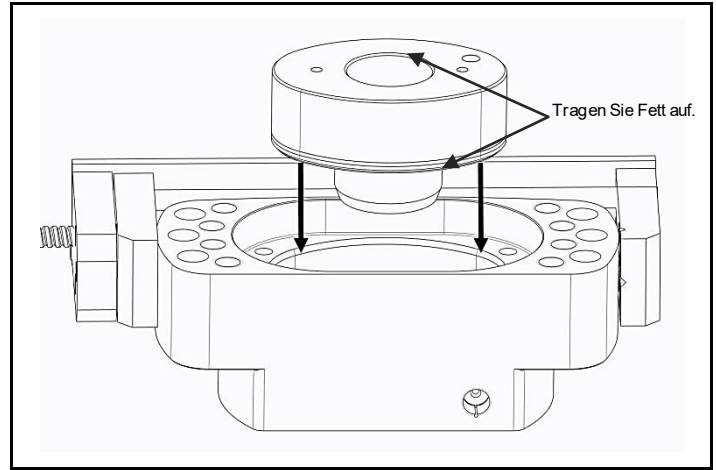

Abb. 4.9 Fett auftragen, und den Kolben einsetzen
a) Wenn Sie die Kolbengruppe in den Körper gleiten lassen, achten Sie darauf, keine der inneren Oberflächen zu beschädigen. (Abb. 4.9)